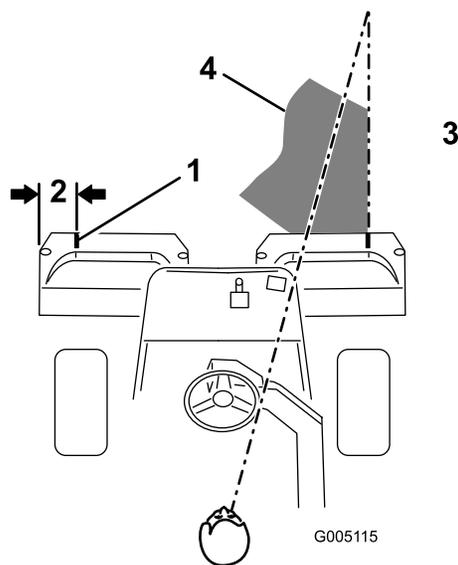

図 11
- その位置に白色テープか白ペンキで集草箱の縁と平行に目印を入れる 図 11。